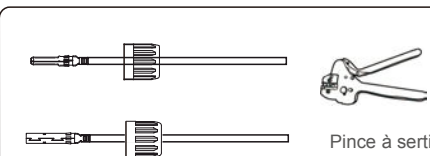

Figure 5.15 Sertissez la broche de contact sur le fil
3. Sertissez la broche de contact sur le fil à l'aide d'une pince à sertir appropriée (voir la figure 5.15)